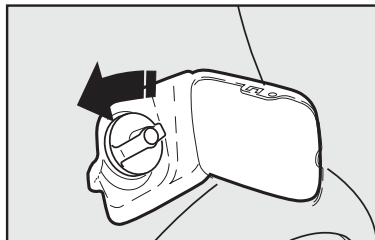

fig. 134
- Para algumas versões, segure a tampa e gire a chave no sentido anti-horário; prossiga girando a tampa **fig. 134** até o seu completo desalojamento;